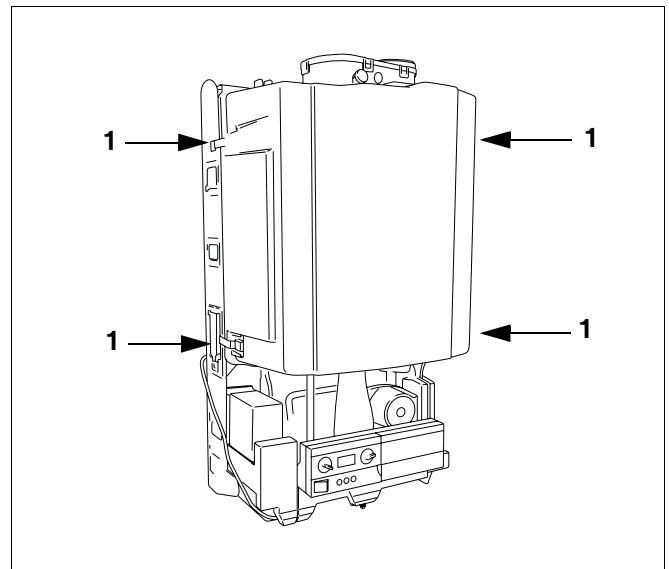

Bild 21 Brennerhaube abnehmen
- Brennerhaube durch Lösen der vier Schnellverschlüsse abnehmen (→ Bild 21, [1]).